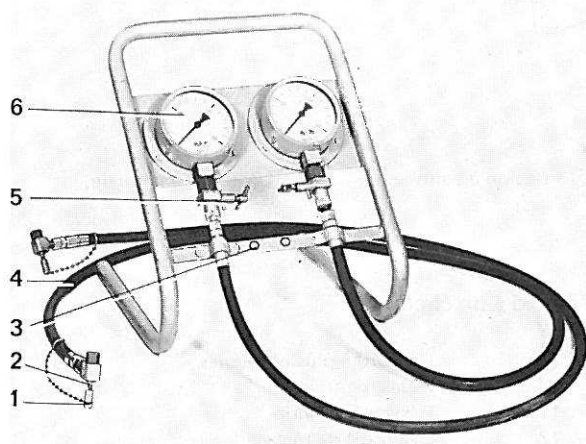

Figure 2. Dispositif d'essai SVO 2741
Dispositif d'essai (figure 2) à employer par exemple lors de la recherche des pannes du système de freinage.
2. Connecter le dispositif d'essai SVO 2741 indiqué sur la figure 2 de la façon suivante: